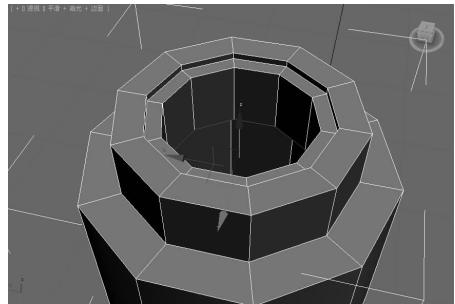

图 5-93 选中边界▲
(9)删除挤出后的多边形,在“修改”命令面板中的“选择”卷展栏中单击“边界”按钮,在透视图中选中最内层多边形的下边界,如图 5-93 所示。